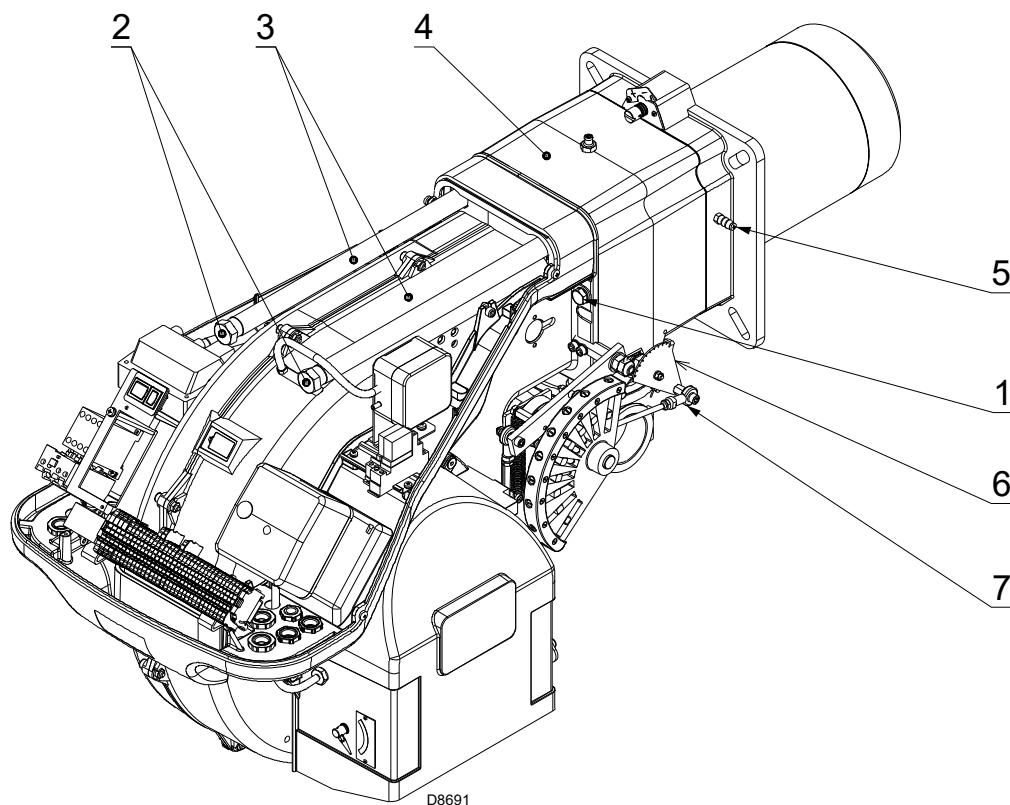

Fig. 15
- Vuelva a montar el quemador en las guías 3) aproximadamente a 100 mm del manguito 4) - quemador en la posición mostrada en la Fig. 15;
- Inserte el cable de la sonda y el cable del electrodo y luego deslice el quemador sobre el manguito - quemador en la posición mostrada en la Fig. 15;